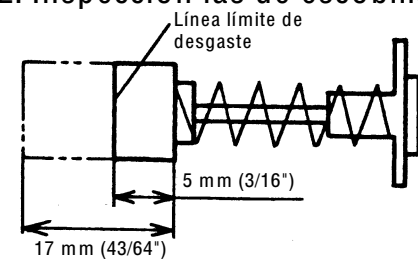

Fig. 37
2. Inspección de las escobillas (Figs. 37 y 38)
Reemplace ambas escobillas cuando el carbón de cualquiera de las escobillas presente un desgaste de 5 mm (3/16") de largo, o cuando se descubra quemadura o daño en un resorte o en un alambre en derivación (véase Fig.37). Si después de quitar las escobillas determina que son utilizables, reinstálas tal como estaban originalmente.